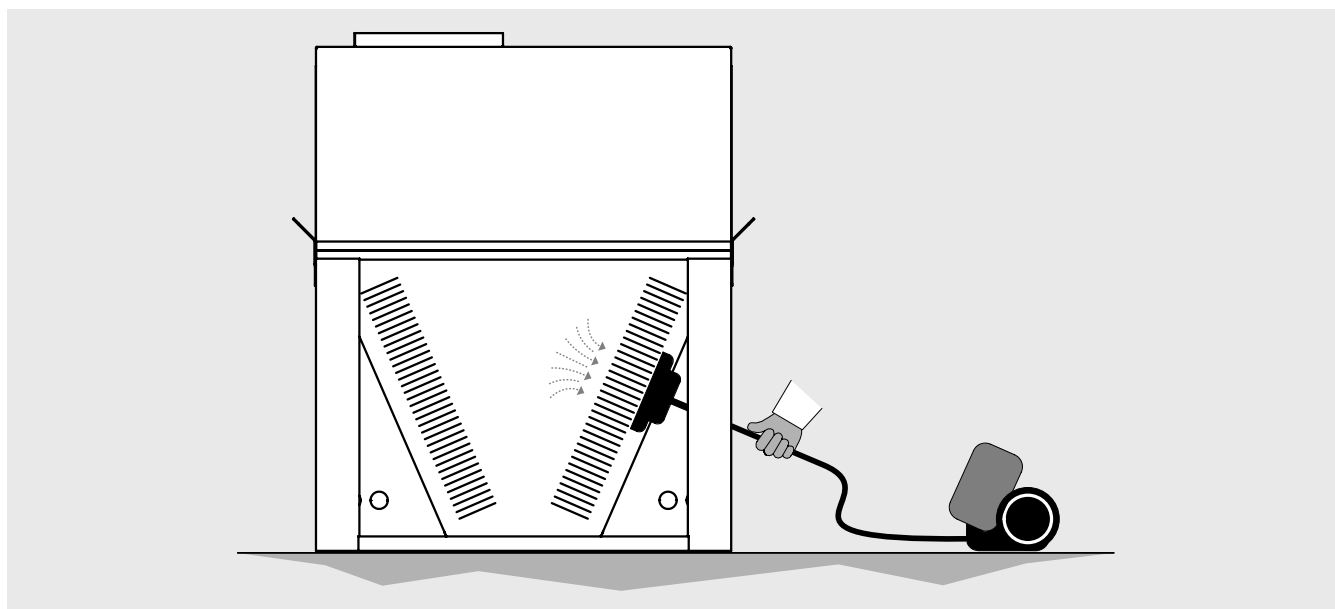

Figura 8
- 11.10 Limpiar las superficies del paquete con aletas y los ventiladores una vez cada seis meses. Si es necesario, aspirar por el lado de la entrada de aire (véase "Figura 8").